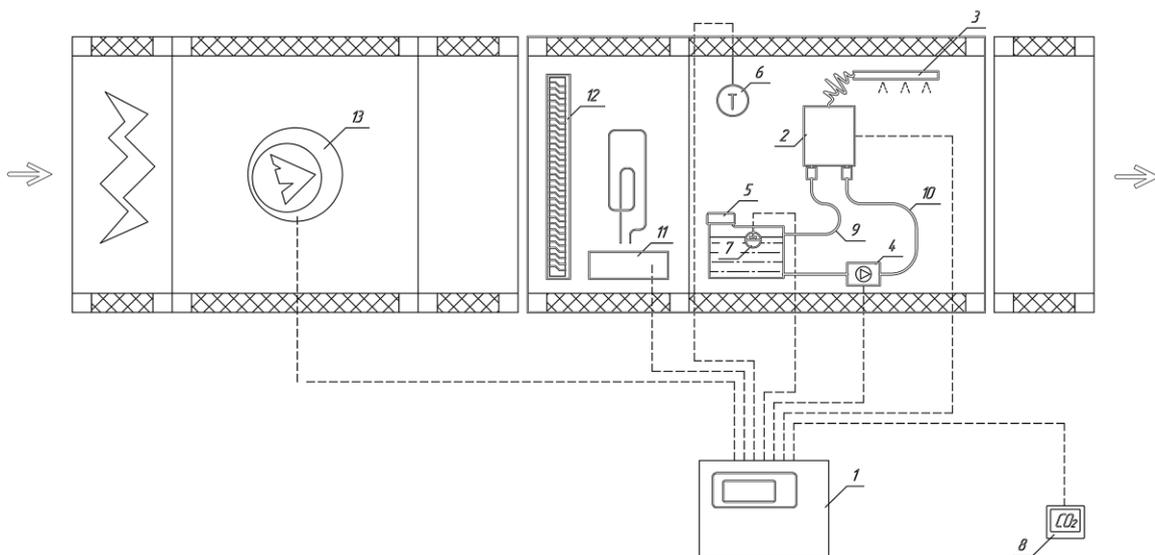

Рис.3. Принципиальная схема секции пробиотиков
- установить шланги в соответствии с принципиальной схемой (рис.3);